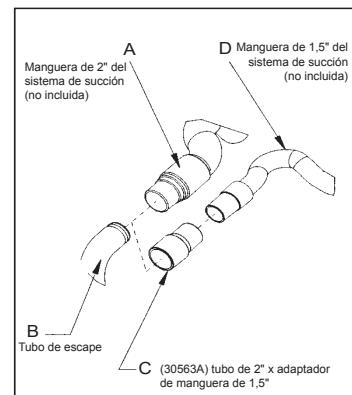

Imagen 1
1. Instale el extremo de la manguera de 2" (Imagen 1, A) directamente sobre el tubo de escape (Imagen 1, B).
1. Instale el adaptador del extremo de la manguera de 2" x 1 1/2" (nº de pieza 30563A) (Imagen 1, C) sobre el tubo de escape (Imagen 1, B).
2. Inserte el extremo de la manguera 1 1/2" (Imagen 1, D) en el adaptador (Imagen 1, C).